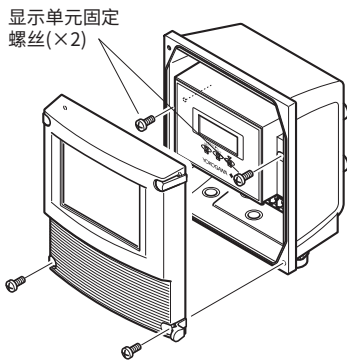

图6.3.5 移除显示单元的固定螺丝
(1) 用手支撑时,松开两个显示单元的固定螺丝(参阅图6.3.5)。